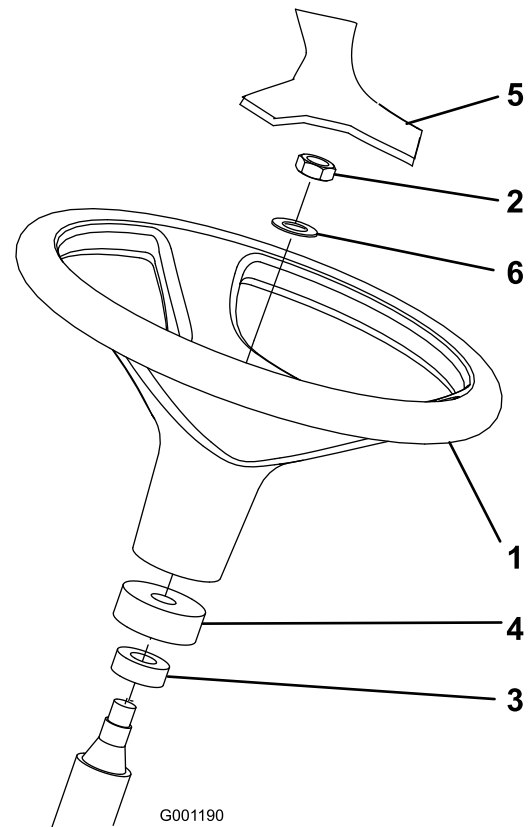

Figure 3
- Retirez l'écrou de blocage et la rondelle de l'arbre du volant. Vérifiez que la bague en mousse et le cache-poussière se trouvent sur l'arbre de direction (Figure 3).
- Glissez le volant et la rondelle sur l'arbre de direction (Figure 3).
- Posez le couvre-moyeu sur le volant (Figure 3)